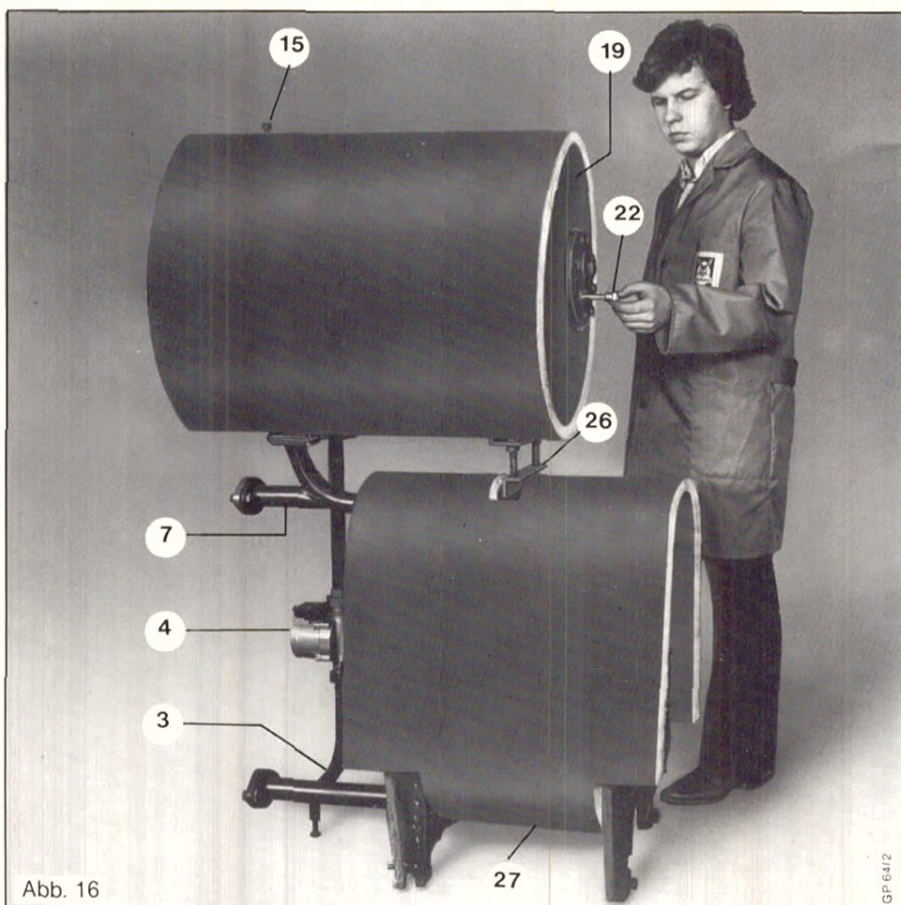

Abb. 16
Vor der Montage der Verkleidung ist die Wärmeisolierung am Speicher anzubringen u. zu befestigen. Siehe Abb. 16, Seite 10. Frontpaneele (7 u. 10) am Kesselblock oben mit zwei Kreuzschlitzschrauben befestigen. U-Profil (11) zusammen mit den Paneelen (7 u. 10) unten am Kesselblock mit zwei Kreuzschlitzschrauben befestigen. Obere u. untere Haltewinkel am Kesselschaltpult gemäß Abb 11, Seite 7 anschrauben. (Siehe hierzu auch sep. Montageanleitung Nr. 805336).